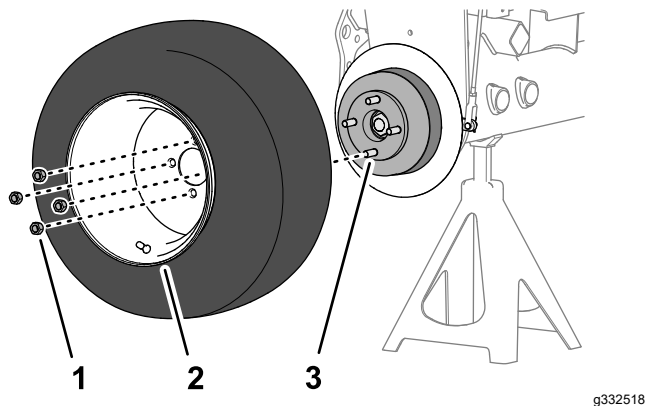

Figura 74
1. Monte la rueda en el cubo con las 4 tuercas de rueda (Figura 74), y apriete las tuercas a mano.